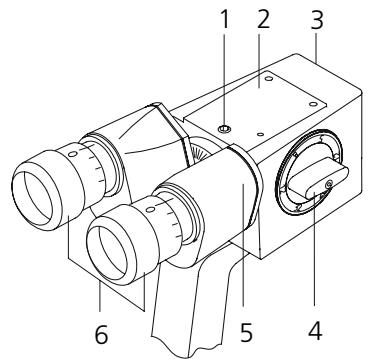

Fig. 2 Microscope stéréo
- Les adaptateurs assurant la sécurité de l'appareil (par ex. vis de blocage du tube du binoculaire, 1, Fig. 2) sont parfaitement fixés. Les raccords à vis (des accessoires par ex.) sont vissés à fond.